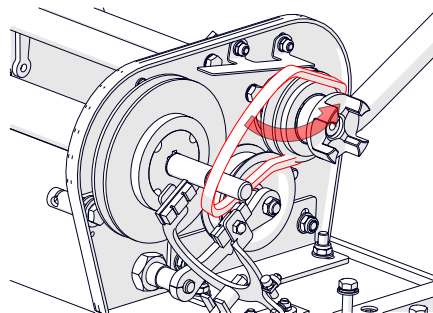

Fig. 17G - Sostituire la cinghia di trasmissione
8. Togliere le cinghie e sostituirle (se necessario) (Fig. 17G).